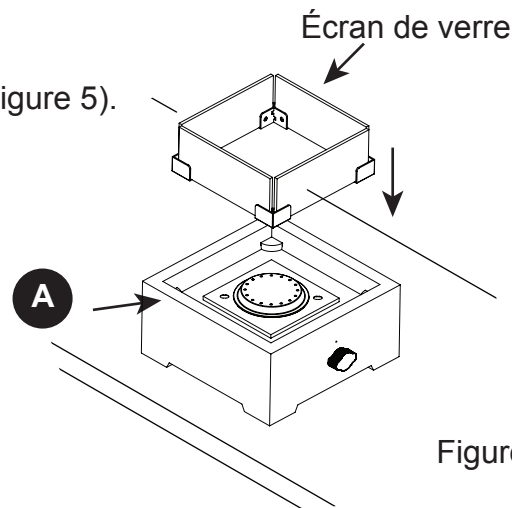

Figure 5
6. Insérer l'écran de verre sur le dessus du foyer (A)(voir Figure 5).